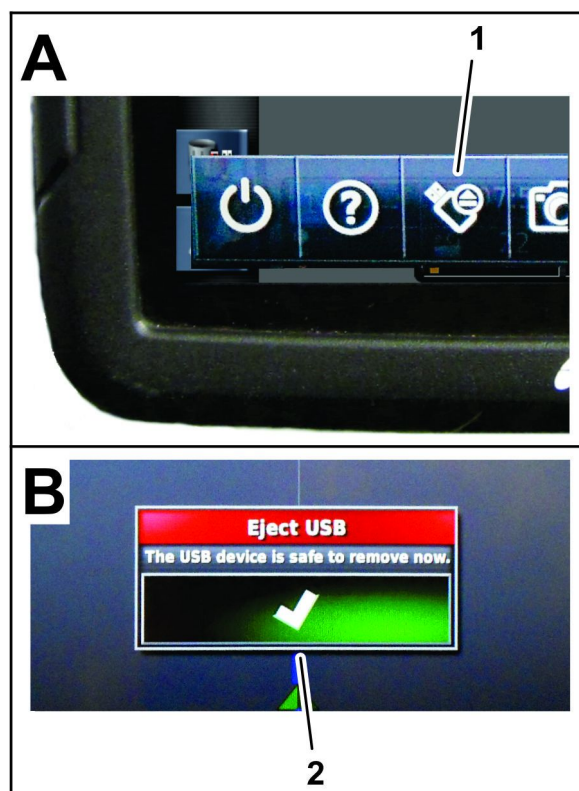

Figura 33
8. Per accedere alla barra menu fluttuante fate scorrere il dito sul display (Figura 33).
9. Premete l'icona ESPULSIONE USB (Figura 33).
10. Nella finestra di dialogo per l'espulsione del dispositivo USB, premete l'icona di Conferma e rimuovete il dispositivo di archiviazione USB dal quadro di comando (Figura 33).